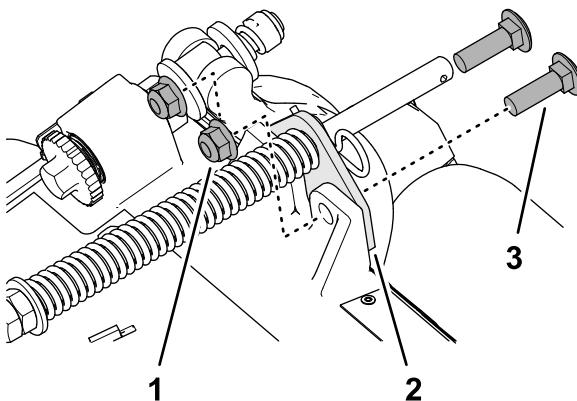

Figure 18
2. Retirez les 2 contre-écrous à embase ($\frac{3}{8}$ ") et 2 boulons de carrosserie ($\frac{3}{8}$ " x $1\frac{1}{4}$ ") qui fixent le support du compensateur au cadre de l'unité de coupe (Figure 18).